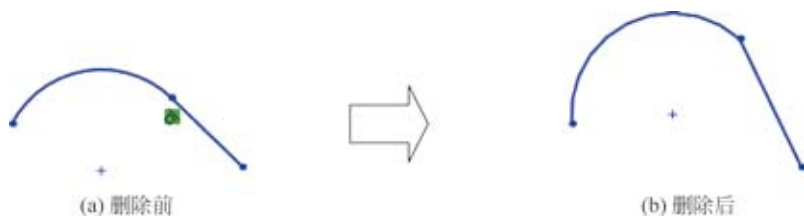

图 3.45 删除约束
在 SolidWorks 中添加几何约束时,如果草图中有原本不需要的约束,则必须先把这些不需要的约束删除,然后添加必要的约束,原因是对于一个草图来讲,需要的几何约束应该是明确的,如果草图中存在不需要的约束,必然会导致一些必要约束无法正常添加,因此我们就需要掌握约束删除的方法。下面以删除如图 3.45 所示的相切约束为例,介绍删除几何约束的一般操作过程。
- **步骤 2** 选择要删除的几何约束。在绘图区选中如图 3.45 (a) 所示的 符号。
- **步骤 4** 操纵图形。将鼠标移动到直线与圆弧的连接处,按住鼠标左键拖动即可得到如图 3.45 (b) 所示的图形。